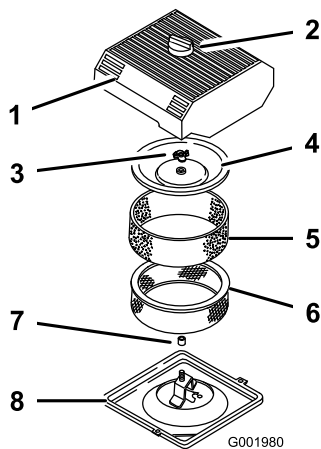

Figura 47
3. Limpie alrededor del limpiador de aire de forma que la suciedad no penetre en el motor y cause daños (Figura 47).
- Afije el pomo de la tapa del limpiador de aire y retire la tapa (Figura 47).
- Deslice cuidadosamente el filtro de gomaespuma para separarlo del filtro de papel (Figura 47).
- Desenrosque la tuerca de la tapa y retire la tapa y el filtro de papel (Figura 47).
- Deslice cuidadosamente el filtro de gomaespuma sobre el filtro de papel (Figura 47).
3. Coloque la tuerca de la tapa con la presión de los dedos solamente contra la tapa (Figura 47).
4. Instale la tapa del limpiador de aire y el pomo (Figura 47).